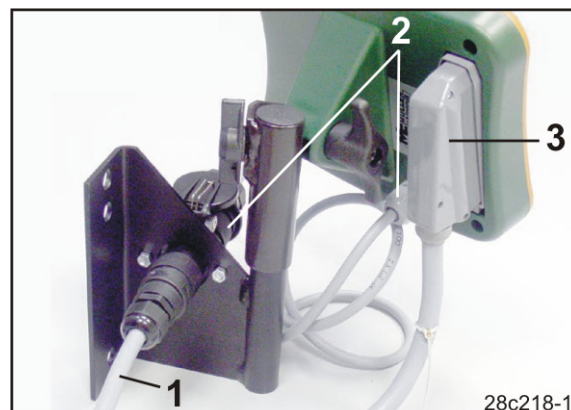

Fig. 68
2. Introduceți cablul electric (Fig. 68/1 în consolă și în priza de 12V a vehiculului tractor.
3. Conectați consola și terminalul cu cablul electric (Fig. 68/2).
4. Duceți cablul cu conectorul mașinii (Fig. 68/3) în cabina vehiculului tractor și introduceți conectorul mașinii în terminal.